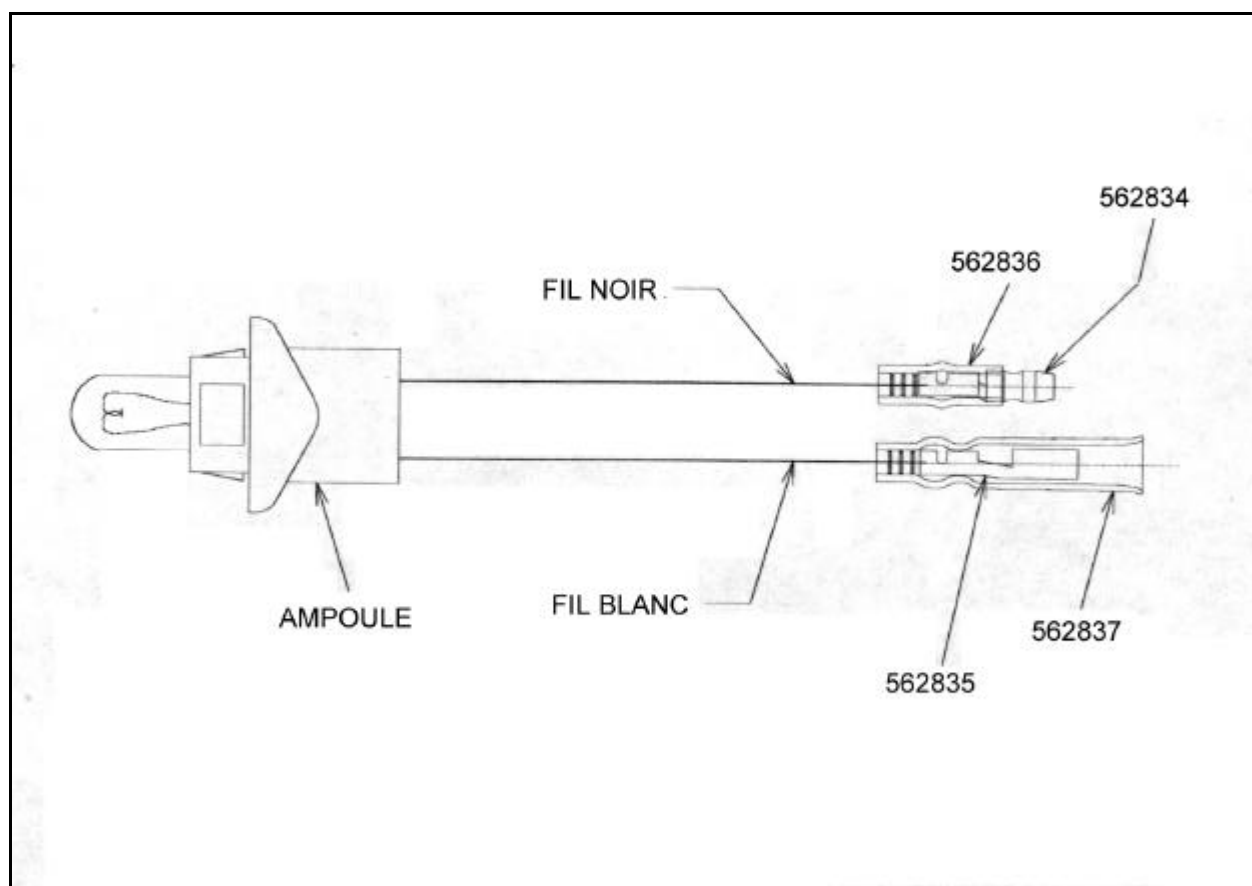

FIGURE 1 : FEU DE GABARIT OU DE POSITION
4. Installer les gaines isolantes sur les fils (voir figure 1).
5. Dénuder les fils et installer les bornes (voir figure 1). Utiliser une pince à sertir (Prévoist #682357 ou AMP #6285847).